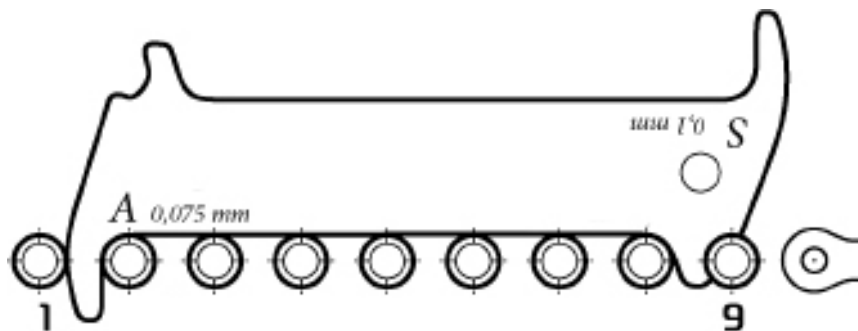

Рисунок 7. Цепной калибр позволяет предупредить начало износа зубьев звёздочек из-за слишком сильно изношенной и растянутой цепи
11. **Цепь:** периодически проверяйте цепь на предмет поврежденных или потерявших подвижность звеньев. Неподвижные звенья могут вызвать заедание цепи и повреждение узлов трансмиссии. При обнаружении заклинившего звена немедленно покажите велосипед веломеханику. Также следует регулярно проверять износ цепи - используйте для этого специальный цепной калибр (см. рис. 7) или поручите эту процедуру профессиональному веломеханику.